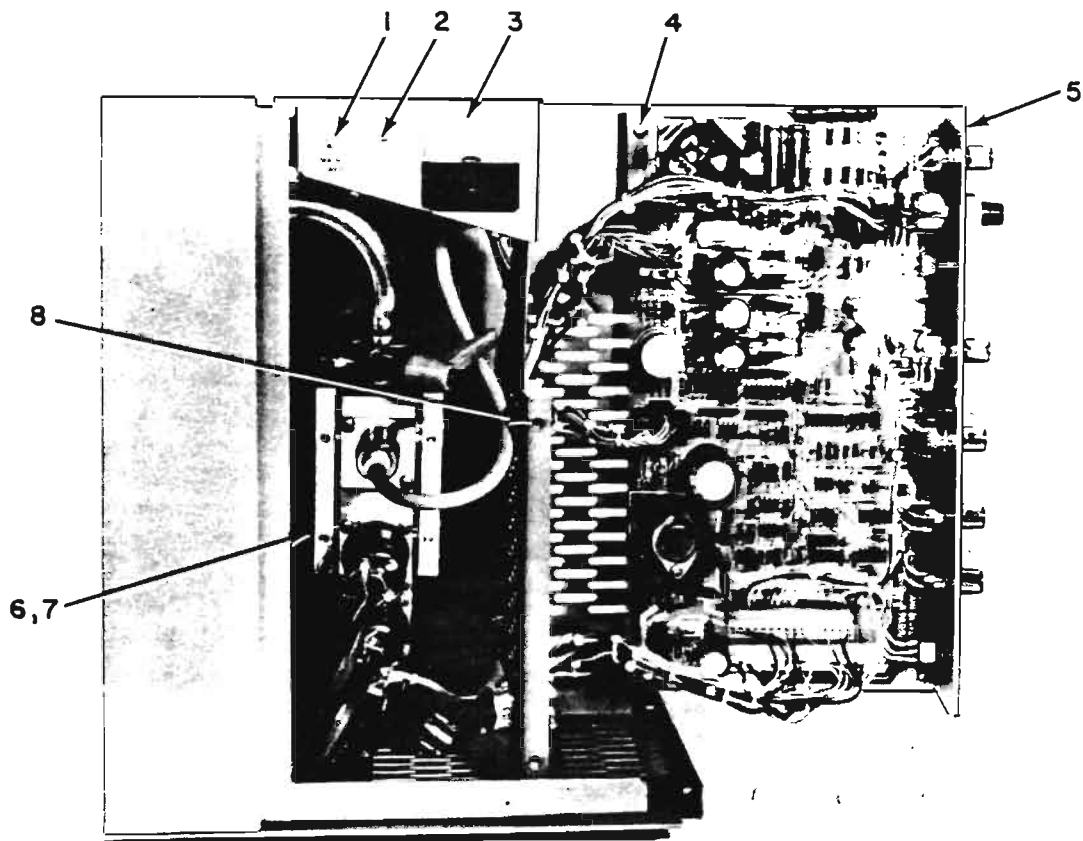

Fig. 8-3. Electronics Swung Open
**ELECTRONICS SWUNG OPEN (Fig. 8-3)**